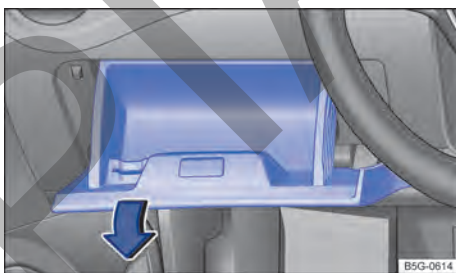

Fig. 170 Tapa de la caja de fusibles del tablero de instrumentos: vehículos con el volante a la izquierda, a la izquierda junto al volante.
- Abra el portaobjetos del lado del conductor y, dado el caso, vacíelo → fig. 170.